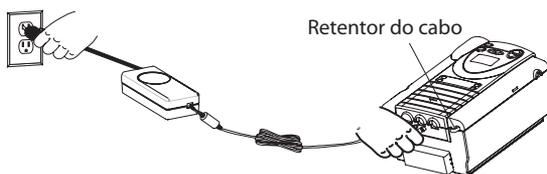

Figura 5–8 Ligar a fonte de alimentação de corrente alterna (CA)
3. Deixando uma pequena folga no cabo, ligue o cabo do outro lado da fonte de alimentação a uma das entradas de corrente no dispositivo, tal como ilustrado na Figura 5–8. O cabo tem um conector com mecanismo de bloqueio. Para encaixar devidamente o cabo deve: